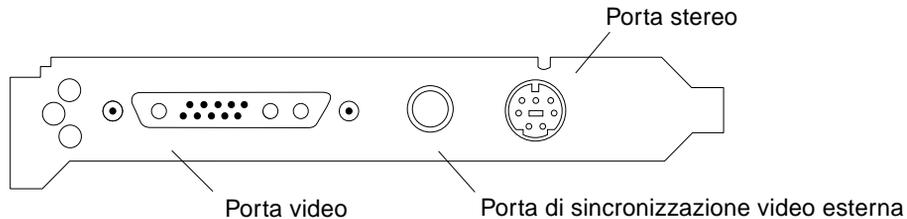

FIGURA 1-2 Connettori delle porte I/O esterne di Expert3D
- FIGURA 1-2 Connettori delle porte I/O esterne di Expert3D 2
La FIGURA 1-2 mostra le porte I/O esterne della scheda grafica Expert3D. Per una ulteriore descrizione delle porte I/O di Expert3D fare riferimento all'Appendice A, "Caratteristiche e specifiche della scheda grafica Expert3D."